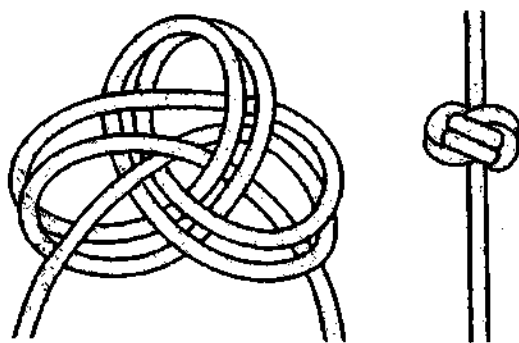

Рис. 108. **Удвоенный трёхпетельный узел**.
**енный трёхпетельный узел**, размер которого, по сравнению с **трёхпетельным узлом**, увеличится в три раза (рис. 108).